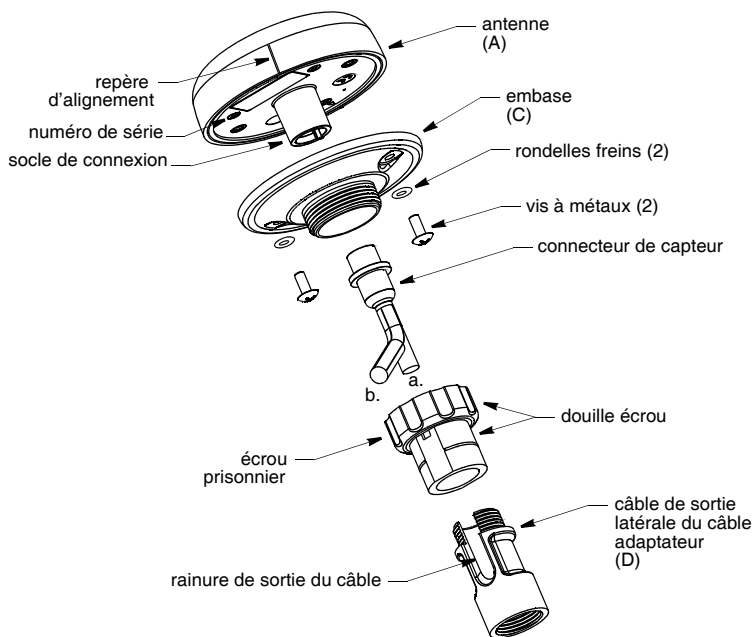

Figure 2. Pose sur mâtereau ou sur balcon
1. Ôtez l'étiquette apposée sur le connecteur du capteur (figure 2) Montez la base de fixation (C) sur le capteur (A) à l'aide des deux vis à métaux et rondelles freins fournies. Serrez les vis au couple de 1,35 Nm.
- b. **Sortie latérale**—Insérez le câble dans l'adaptateur de sortie latérale (D). Vissez la douille écrou sur l'adaptateur en veillant à ce que le câble passe par la lumière latérale. Serrez uniquement **à la main**. Veillez à ne pas serrer exagérément.